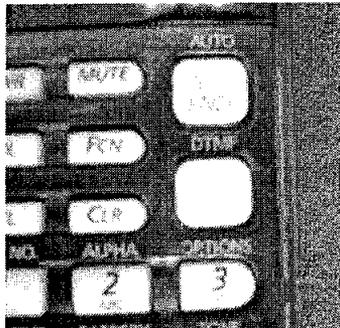

FIG. 29
6. Use la tecla STO END para terminar la llamada ver fig. 29.